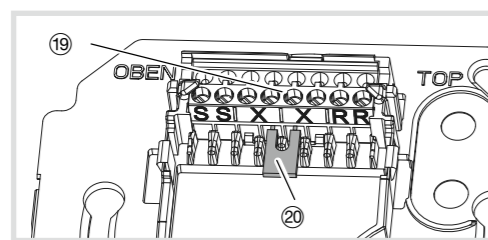

Bild 8: Anschluss-Klemmblock
i Die beiden Klemmen X/X sind je doppelt ausgeführt (gebrückt) für ein- und abgehende 2Draht-Busleitung (Bild 8).
- Falls die Innenstation nicht letzter Teilnehmer im Zweig/Strang ist, den Abschlusswiderstand/Terminator (20) von den Klemmen X/X entfernen.
- Zugehörigen Etagentaster an den Anschlussklemmen R/R anschließen (Bild 8).